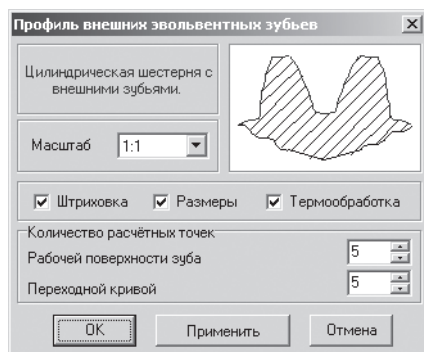

Рис. 3.51. Диалоговое окно **Профиль внешних эвольвентных зубьев**
- щелкните в выпадающем меню по пункту **Профиль зубьев**. Появится диалоговое окно **Профиль внешних эвольвентных зубьев** (рис. 3.51);